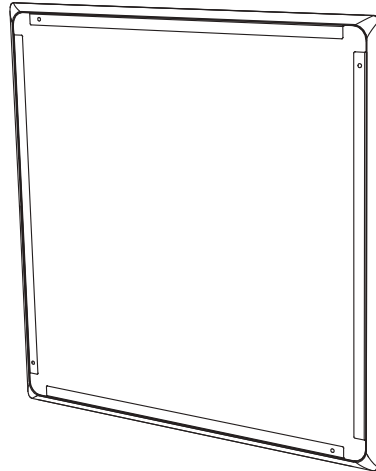

Fig. 19. Install the paint mask
- 2. Presione la máscara de pintura en la parte delantera de la lata trasera, donde se mantendrá en su lugar mediante imanes. Esta máscara se deja en su lugar mientras se pinta el techo y el marco del marco (Fig.19).